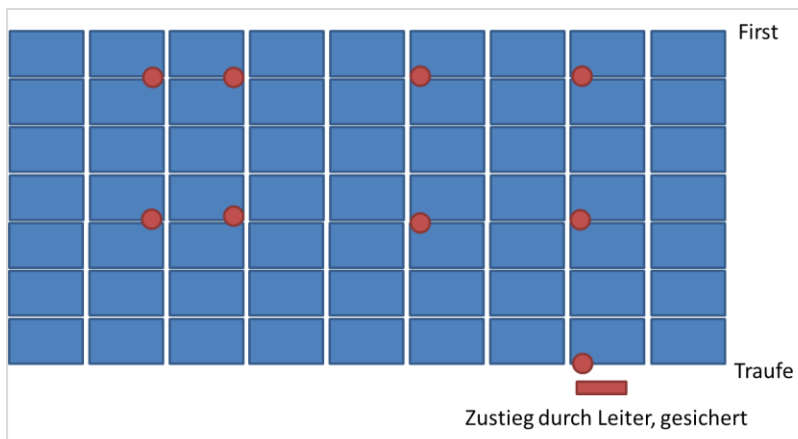

Abbildung 4 Beispiel: schematischer Montageplan
- Die Befestigung erfolgt **zwischen zwei Konterlatten** mit den mitgelieferten Schrauben, siehe Abbildung 4. Das maximale Sprungmass zwischen den Konterlatten beträgt 1330 mm